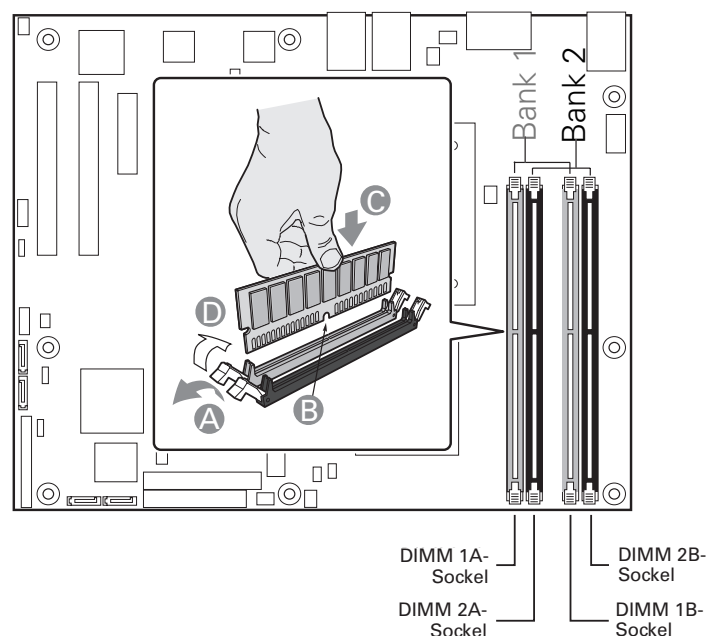

Abbildung 5. Installieren von DIMMs
5. Stellen Sie die Lage der DIMM-Sockel fest (siehe Abbildung 5).
6. Drücken Sie die Halteklammern an den Enden der DIMM-Sockel nach außen (siehe Buchstabe „A“ in Abbildung 5).
8. Richten Sie das DIMM über dem Sockel aus. Bringen Sie die Einkerbung an der unteren Seite des Moduls mit der entsprechenden Markierung am DIMM-Sockel zur Deckung (siehe Buchstabe „B“ in Abbildung 5).
9. Führen Sie die Unterkante des DIMM in den Sockel ein (siehe Buchstabe „C“ in Abbildung 5).
10. Drücken Sie das DIMM senkrecht von oben in den Sockel, bis die Halteklammern einrasten. Achten Sie darauf, dass die Klammern korrekt eingerastet sind (siehe Buchstabe „D“ in Abbildung 5).